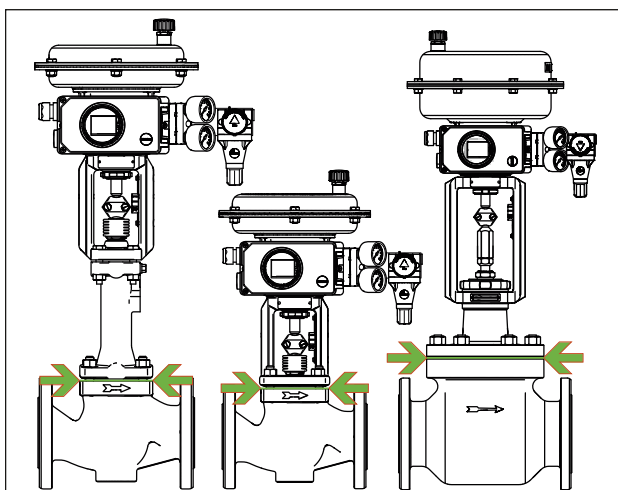

Bild 12: Grenze der Einisolierung von Stellventilen (Beispieldarstellung)
- ⇒ Stellventile nur bis zum Deckelflansch der Ventilgehäuse einisolieren, vgl. Bild 12. Dies gilt auch für Ausführungen mit Balg- oder Isolierteil bei Mediumtemperaturen unter 0 °C (32 °F) oder über 220 °C (428 °F). Wird das Isolierteil mit einisoliert, verliert es seine Funktion!